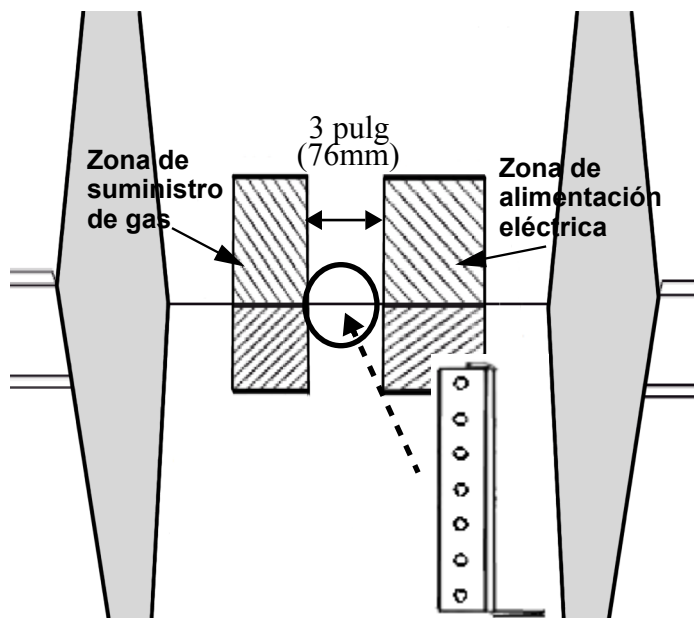
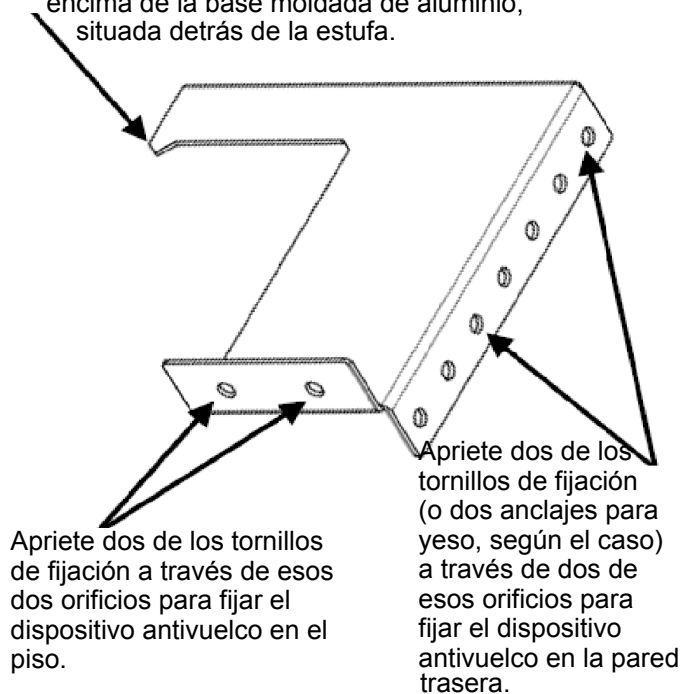

Figura 12: Ubicación para la instalación del dispositivo antivuelco
Figura 13: Soporte antivuelco
- En todos los casos, se deben fijar al menos dos (2) tornillos de fijación para instalarlo en el piso o dos tornillos de fijación (o anclajes par muro de yeso-cartón) para fijarlo en la pared situada detrás del aparato (vea las *Figura 12* y *Figura 13*).
- Coloque el soporte en el piso, cerca del centro del sitio donde se instalará el aparato (Figura 12).